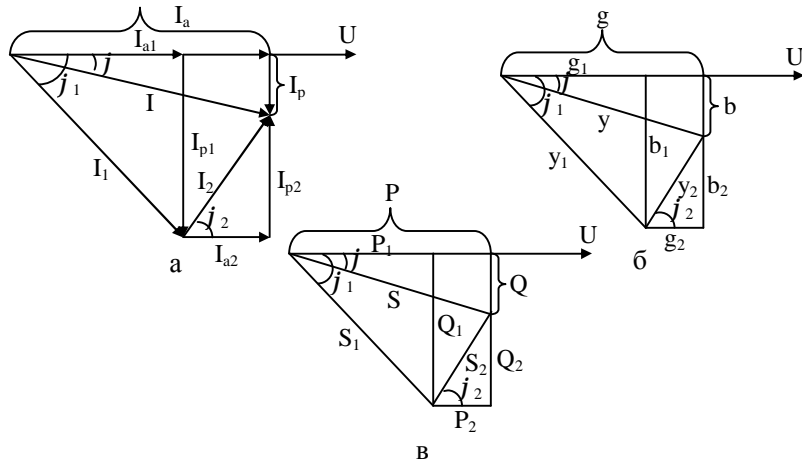

Рис. 34
15. Строим векторную топографическую диаграмму (рис. 34, а). При этом задаемся вектором напряжения без масштаба (так как напряжение на ветвях одинаково при параллельном соединении) и складываем векторы токов в определенном масштабе.
Треугольники проводимостей и мощностей приведены на рис. 34, б и 34, в.